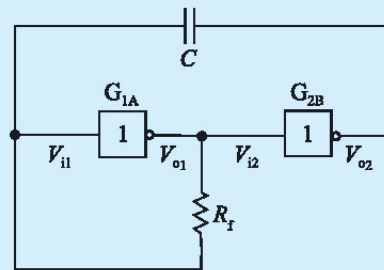

图5-10 集成电路构成的多谐振荡器
(1) 由集成电路构成的多谐振荡器（图5-10）。多谐振荡器是一种自激振荡电路。该电路在接通电源后不需要外接触发信号就能产生一定频率和幅值的矩形脉冲或方波。由于矩形脉冲中含有丰富的高次谐波，电路没有稳定的状态，故又称为无稳态电路。